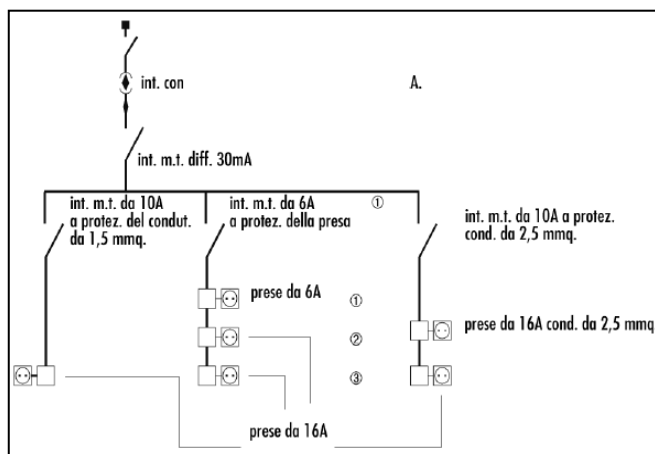

Figura 1
a) Posa a valle della presa interbloccata con fusibili, fornita dall'Organizzatore, di un interruttore magnetotermico differenziale di portata confrontabile con la potenza impegnata e di taratura differenziale pari a 30 mA (0,03 Amp.re). Non saranno ammessi interruttori di taratura diversa. Solo per le macchine elettriche sarà consentito effettuare una linea separata alimentata da interruttore differenziale da 0,3 A di taratura. Esempio: - Richiesti 1 kW (monofase) int. m.t. bipolare diff. 6-10A; I Δ =30 mA - Richiesti 10 kW (trifase) int. m.t. quadripolare diff. 15A; I Δ =30 mA A valle di tale interruttore magnetotermico differenziale dovranno essere collocati tanti interruttori magnetotermici automatici quante saranno le linee in partenza. La suddivisione dei circuiti dovrà essere realizzata utilizzando interruttori automatici onnipolari di taratura massima pari a 10A, ad eccezione dei circuiti che alimentano utilizzatori aventi prelievi specifici superiori ai 10A. Ciascun interruttore dovrà proteggere l'apparecchiatura più debole o il conduttore di sezione più piccola. Salvo necessità, per potenze singole eccedenti 1 kW è consigliabile utilizzare interruttori automatici da max 10A (vedi figura 1). Gli interruttori suddetti dovranno essere collegati fissi a parete o comunque fissi ad una altezza non inferiore a m 0,50 dal pavimento.